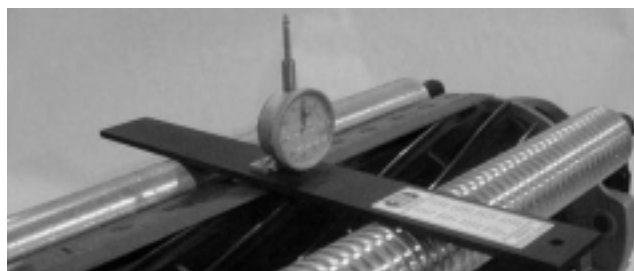

Figure 20
5. Accrochez la tête de la vis sur le bord tranchant de la contre-lame et appuyez l'arrière du gabarit contre le rouleau arrière (Fig. 20).